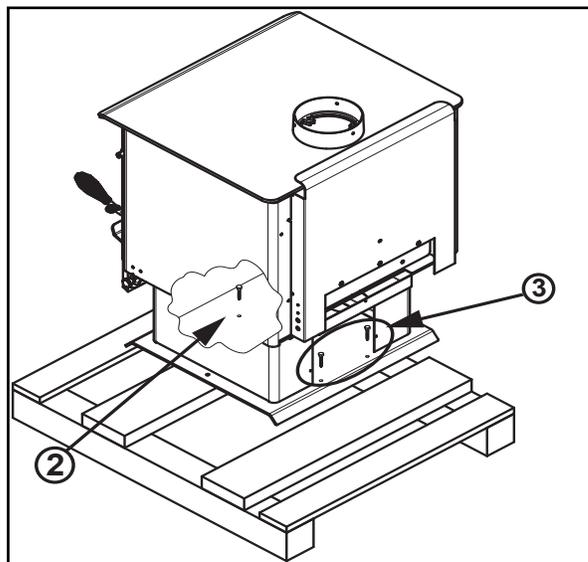

Figure 6.1 Appareil Millennium
2. En utilisant une douille ou une clé à 7/16, retirez un boulon situé à l'intérieur de l'appareil avant (**Figure 6.1**).
3. Déplacer à l'arrière de l'appareil et en utilisant une douille ou une clé à 7/16, enlevez deux vis (**Figure 6.1**).